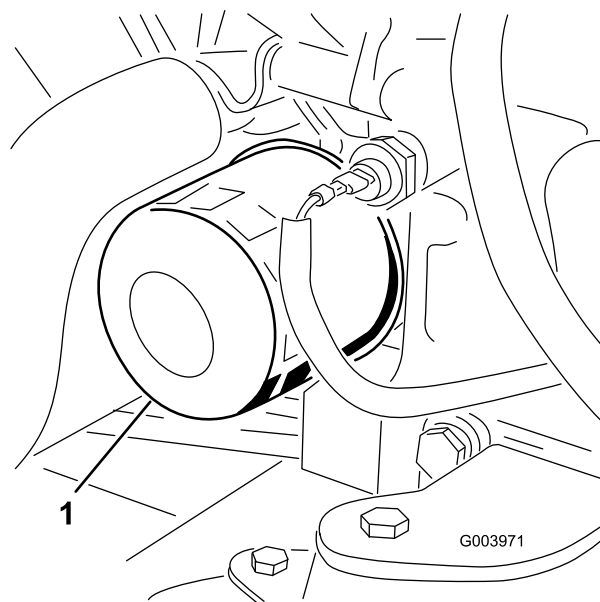

Bild 51
3. Entfernen Sie den Ölfilter (Bild 51).